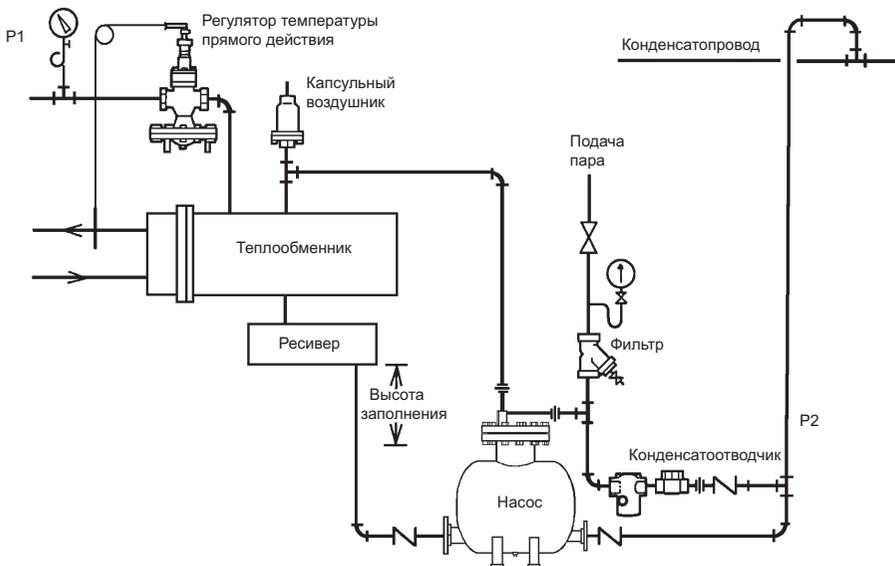

Рис. 3
1. Установите насос под осушиваемым оборудованием, направьте выхлоп насоса вверх. Насос должен быть установлен с рекомендуемой высотой подпора (вертикальное расстояние между срезом крышки насоса и дном резервуара/ресивера), как показано на Рис. 3. Для определения другой высоты подпора необходимо свериться с графиком производительности насоса, так как при снижении высоты подпора, производительность насоса уменьшается.
2. Чтобы предотвратить затопление оборудования во время фазы выпуска насоса, горизонтально выше насоса должна быть установлена выпускная труба от резервуара или ресивера, как на Рис. 3. Для точного определения размера ресивера/резервуара используйте таблицу "Размеры ресиверов" на стр. 8. Все соединения входной линии должны быть полностью открыты.